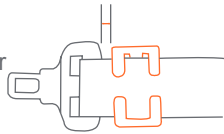

Fig. 39-2
- Asegure el cinturón del hombro al cinturón de regazo instalando el broche bloqueador a 1/2 pulg. de la hebilla (Fig. 39-2).